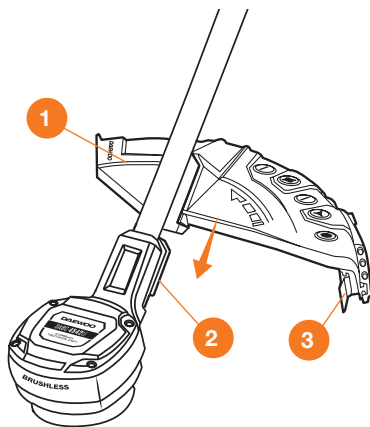

Рис. 3
- Установите защитный кожух **1** на направляющие **2** нижней части корпуса двигателя (Рис. 3).
- Установите подрезной нож **3** на защитный кожух **1** и закрепите его, снимите с ножа защитную накладку (Рис. 3).